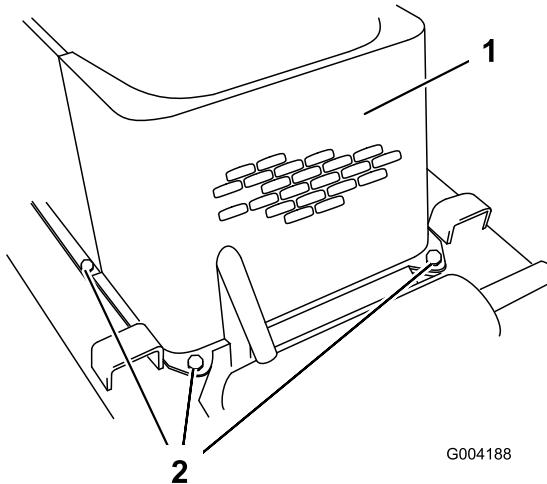

Figure 28
- Enlevez les 4 boulons qui fixent le panneau avant au cadre (Figure 28).